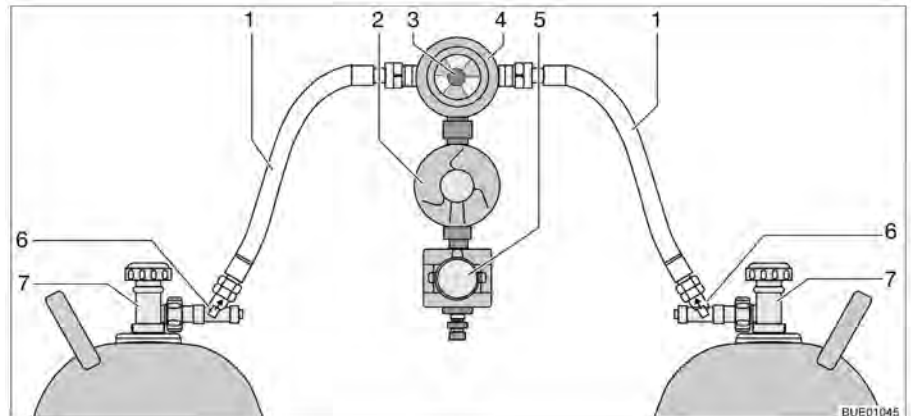

Bild 97 Crash-Protection-Unit-omkopplingsenhet
Crash-Protection-Unit består av två genomflödesbegränsare med manuell frigöring (Bild 97,6), en omkopplingsventil (Bild 97,4) med tryckregulator (Bild 97,2), en elventil (Bild 97,5) och kontrollenheten med trefärgad lysdiod. Omkopplingsventilen är monterad mellan de båda gaslangarna (Bild 97,1).
Med vredet (Bild 97,3) på omkopplingsventilen ställer du in vilken gasflaska som ska användas som driftflaska och vilken som ska användas som reservflaska.
Med kontrollenheten (Bild 98) kan endast de elektriska funktionerna styras. Gasflaskornas huvudavstängningsventiler (Bild 97,7) och frigöringarna (Bild 97,6) måste öppnas för hand.
- Öppna huvudavstängningsventilerna på gasflaskorna (Bild 97,7).
- Tryck in frigöringarna (Bild 97,6) i tio sekunder efter varandra.
- Med vredet (Bild 97,3) på omkopplingsventilen (Bild 97,4) väljs gasflaskan, som ska prioriteras (driftflaska).
- Stäng huvudavstängningsventilerna på gasflaskorna (Bild 97,7).